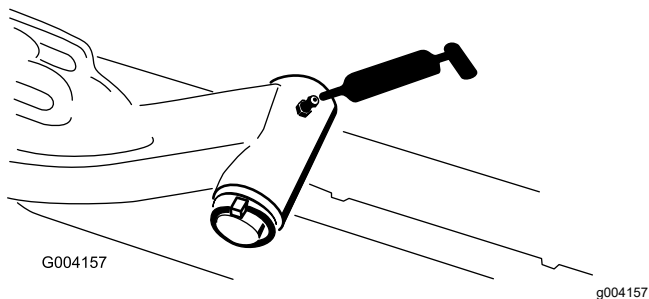

Bild 76
- Hubarmgelenkwelle (1) (Bild 76)